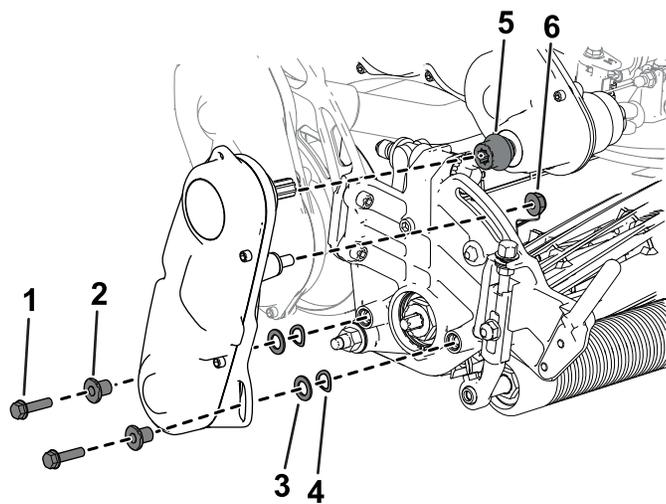

Figura 33
6. Utilice los tornillos, las arandelas y los espaciadores que retiró anteriormente para sujetar el conjunto de transmisión del molinete a la placa lateral de la unidad de corte (Figura 33).
Asegúrese de que el árbol de transmisión del molinete está instalado en el acoplamiento del árbol de transmisión (Figura 33).